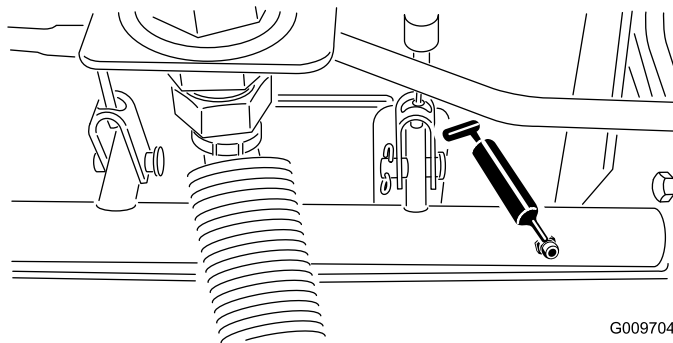

Рисунок 43
- Шарнирные опоры вала тормоза (5 шт.), как показано на Рисунок 43